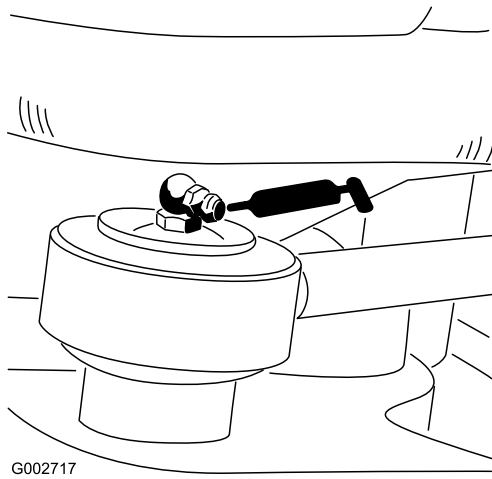

Bild 23
- 1 Abschlusslager der Lenkzylinderstange, nur Modell 08705 (Bild 23).